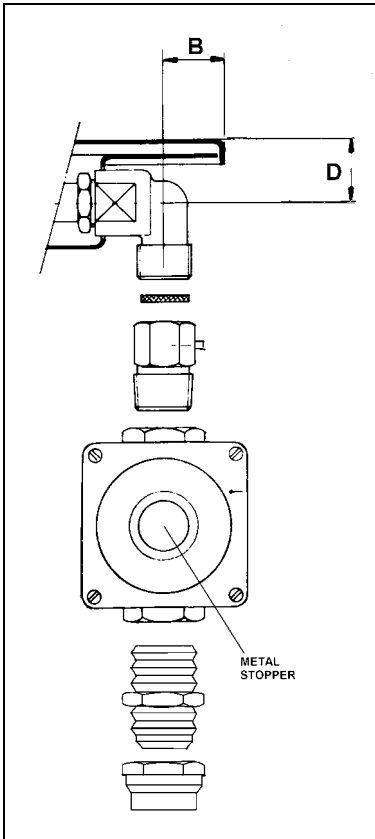

Fig. 5
- 1) Dévisser à la main le bouchon en plastique supérieur du régulateur (Fig. 5).